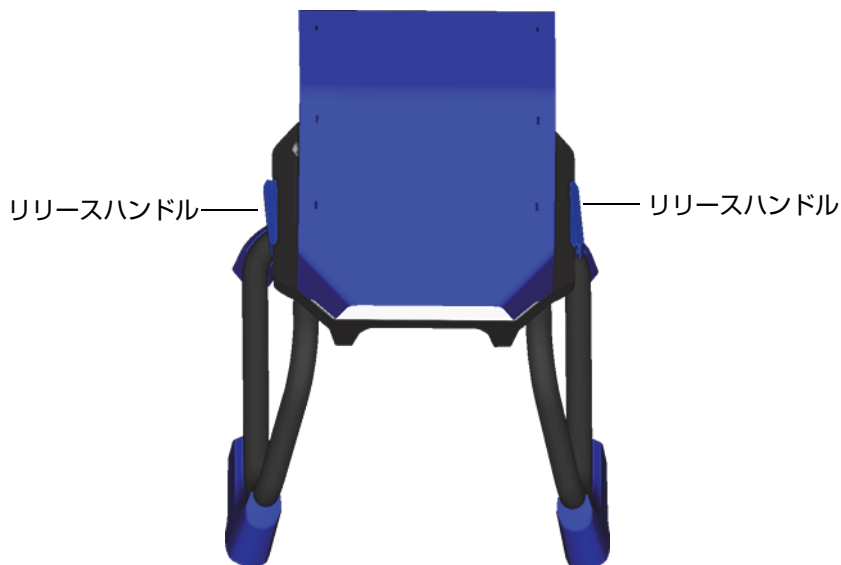

図 B-16 ワークステーション試料室のリリース
1. ワークステーションの試料室リリースハンドルを引き出し、試料室を脚部から持ち上げます（128 ページの図 B-16 参照）。